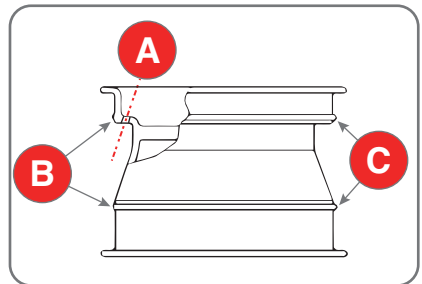

Fig. 6.4
Hochleistungsräder (asymmetrische Wölbung) - (Abb.6.4.) Einige europäische Räder weisen Felgen mit sehr ausgeprägten Wölbungen (C) auf, außer an der Ventilbohrung (A), an der die Wölbung (B) weniger stark ausgebildet ist. Bei diesen Rädern muss das Abdrücken zunächst an der Ventilbohrung sowohl an der Ober- als auch an der Unterseite vorgenommen werden.